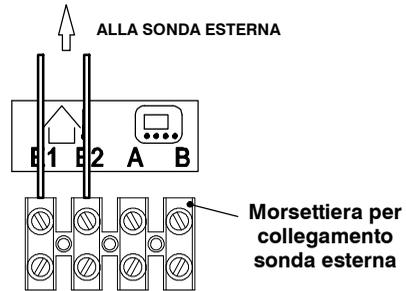

fig. 5.25
- Collegare ai morsetti **E1** e **E2** della morsettiera i due conduttori elettrici come indicato in fig. 5.25